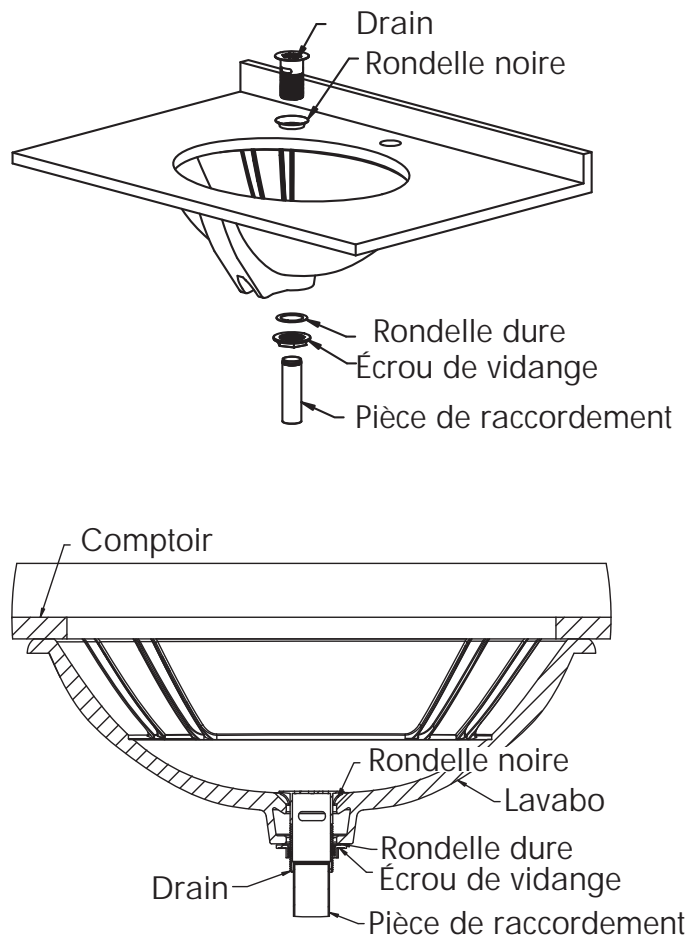

Figure 2
- Reportez-vous à la figure 2.